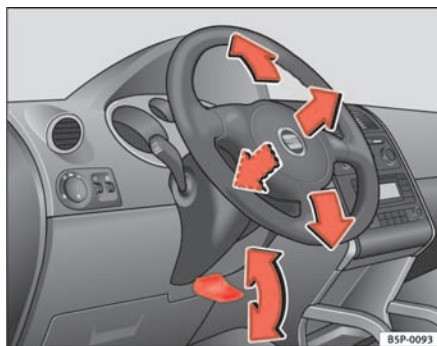

Fig. 91 Ajuste de la posición del volante
- Tire hacia abajo de la palanca ⇒ fig. 91 situada debajo de la columna de dirección ⇒ ⚠.